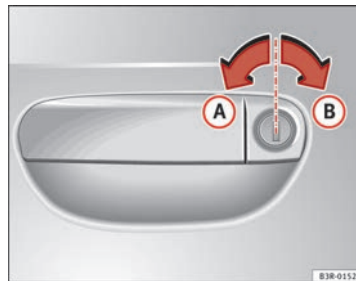

Fig. 71 Movimientos de la llave para abrir y cerrar
- Gire la llave hacia la izquierda en la cerradura de la puerta del conductor hasta alcanzar la posición de apertura **(A)** ⇒ fig. 71.
- Gire la llave hacia la derecha en la cerradura de la puerta del conductor hasta alcanzar la posición de cierre **(B)** ⇒ fig. 71 ⇒ . ►
Para ello, gire la llave en la cerradura de la puerta del conductor **dos veces** sucesivamente hasta alcanzar la posición de cierre  ⇒ fig. 71.